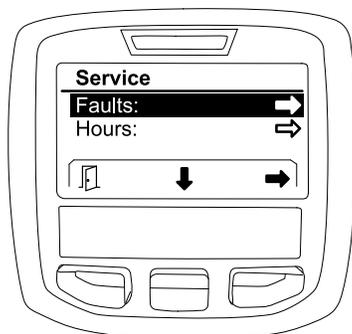

Рисунок 26
1. Используйте среднюю кнопку выбора, чтобы перейти к позиции FAULTS (НЕИСПРАВНОСТИ), затем нажмите правую кнопку выбора, чтобы перейти к экрану неисправностей (Рисунок 26).